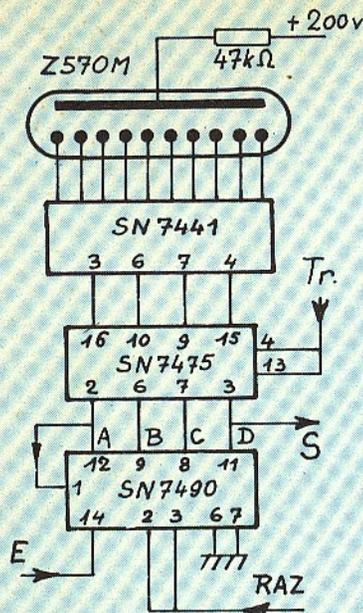

Fig. 10. - Décade FFX2N.
- **Le compteur** (Fig. 10 et 12) : Il contient 5 étages comprenant chacun :